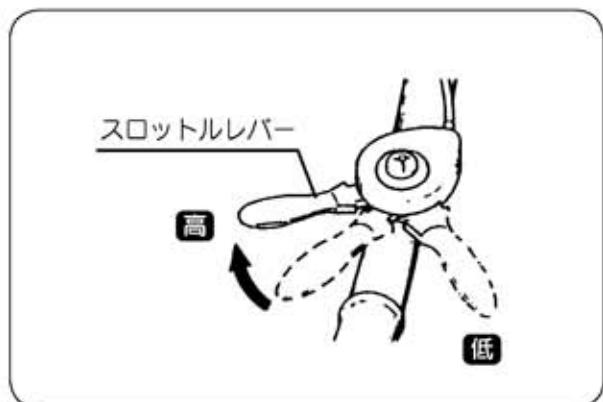

図12
② スロットルレバーをゆっくり [低→高] の位置にします。 (図12)